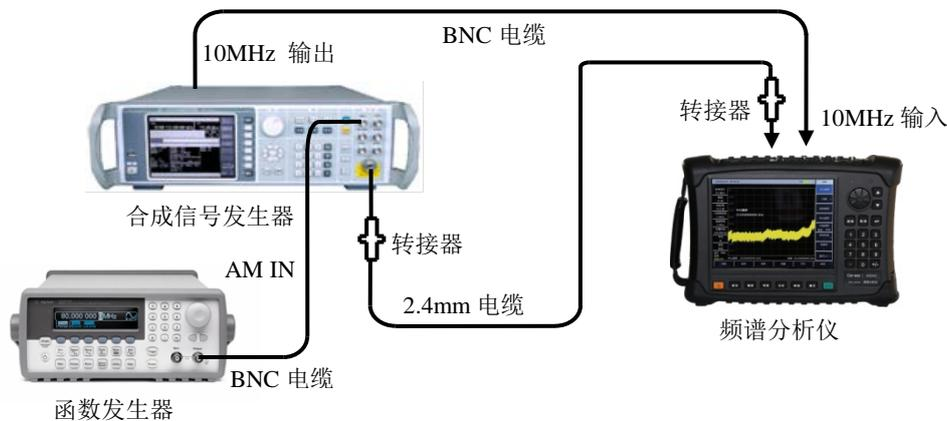

图 14.5 扫描时间准确度测试设置
1) 如图 14.5 连接测试设备，函数发生器的输出接到信号发生器的调幅输入端，信号发生器的射频输出接到待测试频谱分析仪的射频输入端口，合成信号发生器为频谱分析仪提供频率参考。